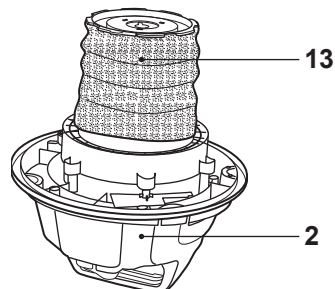

Fig. 18
Utilize a manga de espuma (13) durante as operações de aspiração húmida (Fig. 18). Manuseamento